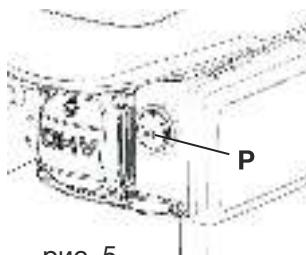

рис. 5
- Подкачивайте топливо праймером (поз. **P**, рис. 5) нужное количество раз (обычно 1-3 раза) согласно приведенной ниже таблице.